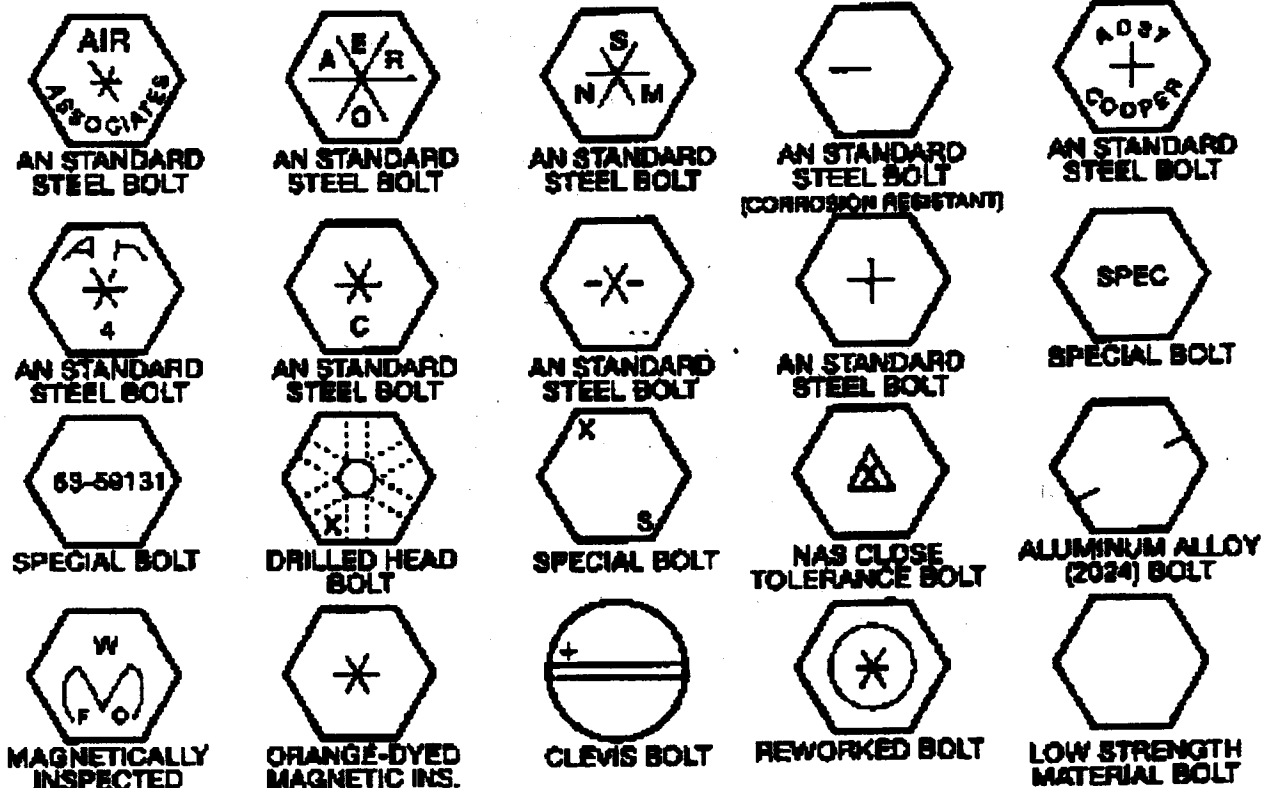

FIGURE 1
1. Kennzeichnung der Schraubenqualität auf dem Bolzenkopf: Schrauben in Luftfahrtqualität sind entweder mit einem X oder mit einem + oder Asterix (*) gekennzeichnet. Andere Spezialbolzenkennzeichnungen siehe Figure 1.